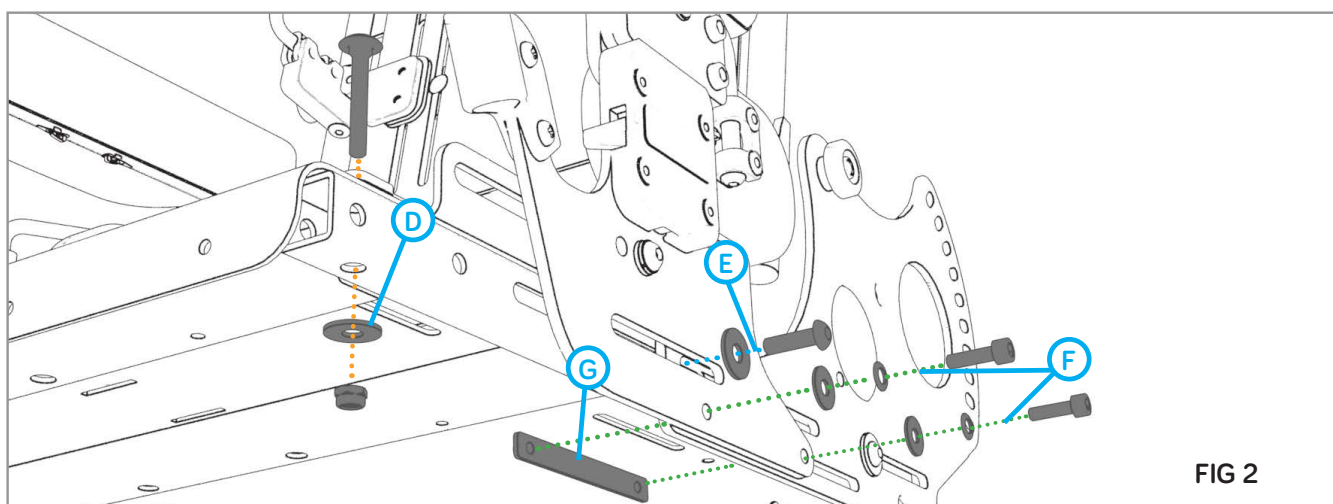

FIG 2
Inserte los tornillos (F) con las arandelas (arandela plana en contacto con el montaje) a través de los orificios del soporte inferior del soporte de montaje lateral (K), las ranuras de Bingo-OT (L) y vuelva a colocar la placa roscada (G) (ref. FIG 2 para la orden de montaje del sujetador).